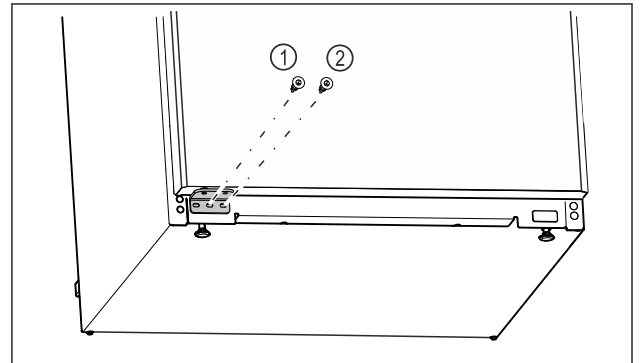

Fig. 22
- ▶ Draai de middelste schroef van de lagersteun Fig. 22 (1) vast met een Torx 20-schroevendraaier.
- ▶ Draai de binnenste schroef van de lagersteun Fig. 22 (2) vast met een Torx 20-schroevendraaier.